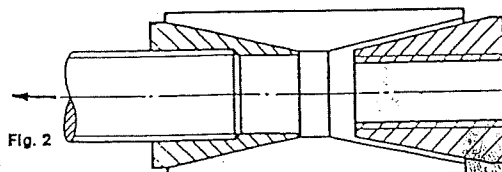

Fig. 2
- Gegebenenfalls sind der vordere und der hintere Druckring nach Fig. 2 und 3 zu lösen. Die Montagehilfsgewinde haben nur 3 bis 5 tragende Gewindegänge, sind nicht für große Abzugskräfte geeignet und ermöglichen das Herausziehen des Spannsatzes mit Gewindebolzen.
- If necessary, the front and rear thrust ring are to be dis-assembled as shown in fig. 2 & 3. The removal threads have only 3-5 threads and are not suitable for high pulling forces. They are to be used only for removal of the Locking Assembly by means of pull-out bolts.